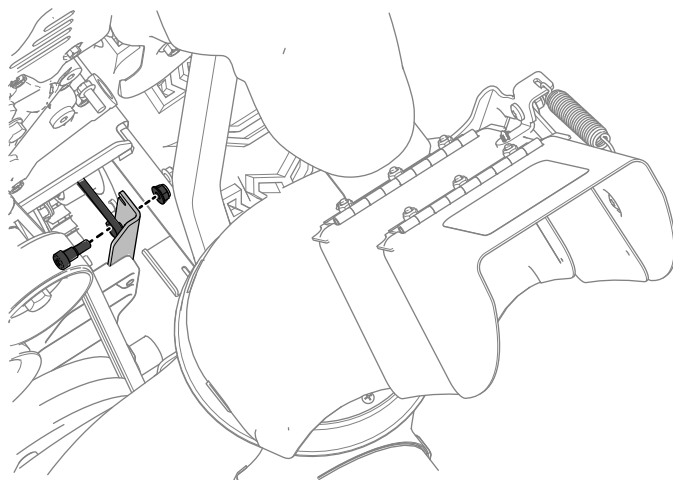

Figuur 7
- Haak de tractiekabel op de nieuwe beugel; zie Figuur 7.
Opmerking: Monteer de tractiekabel zoals weergegeven op Figuur 7.